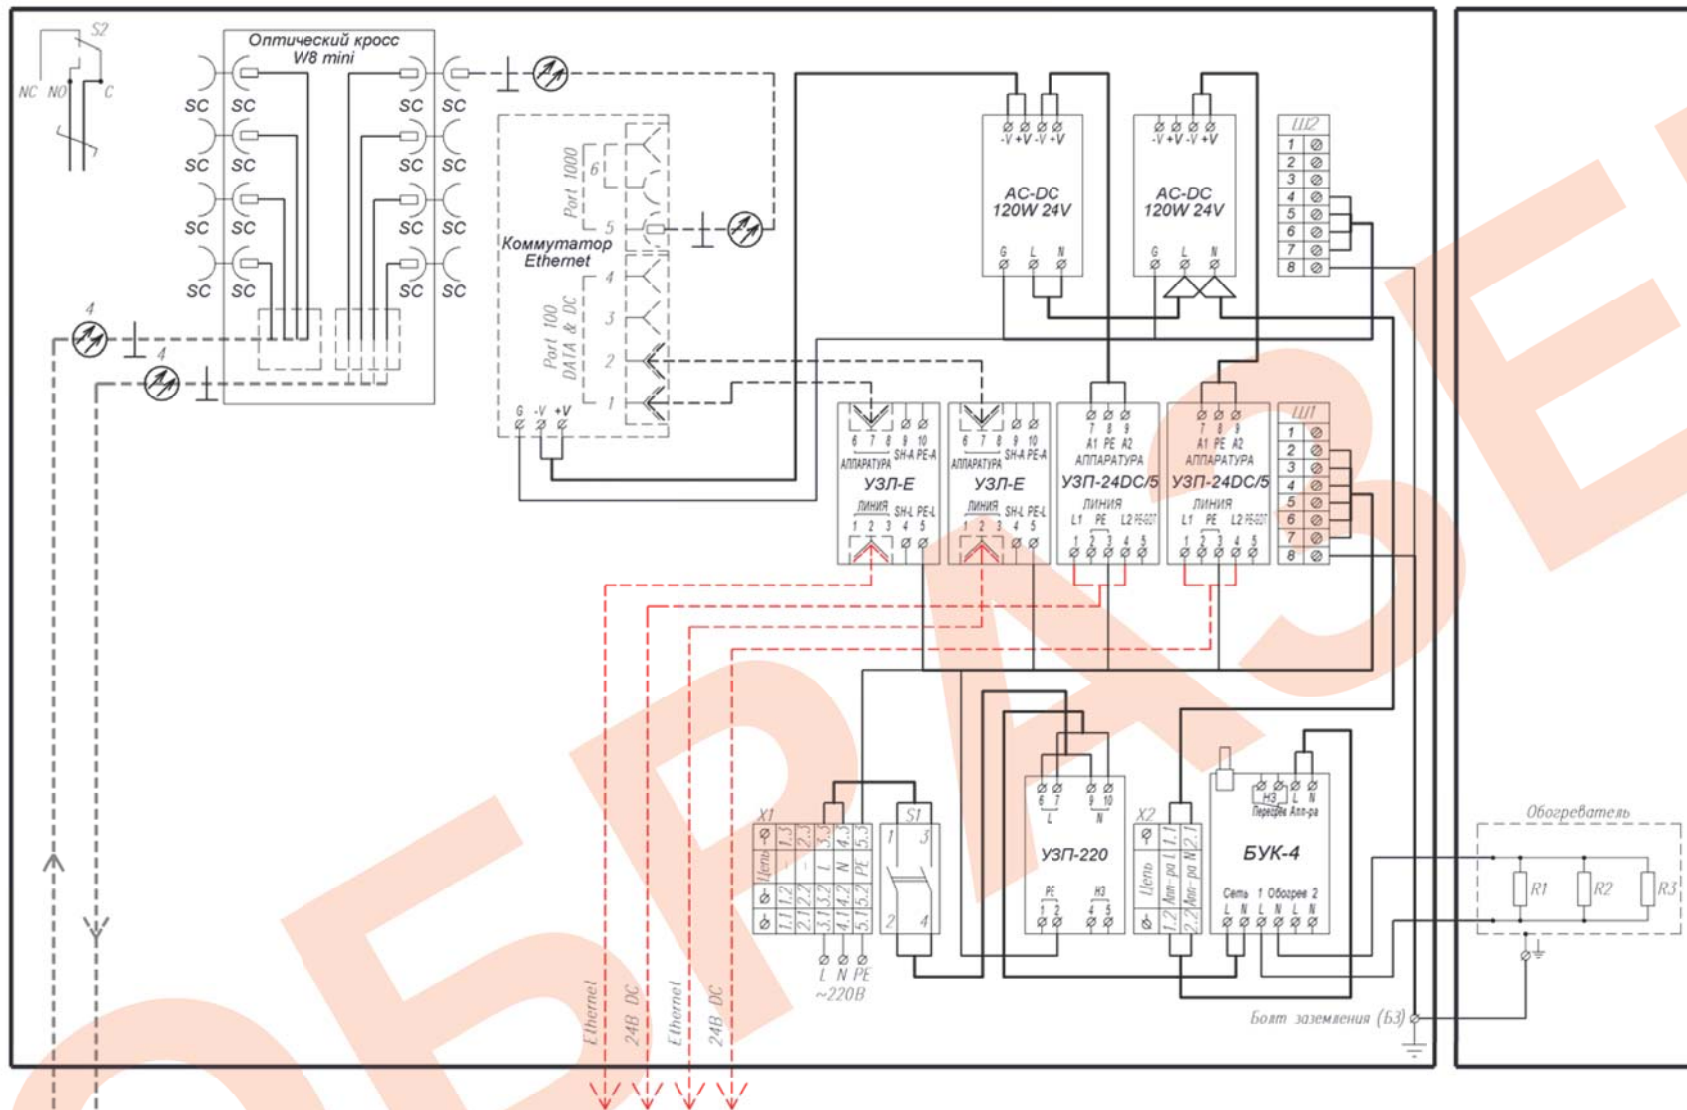

Рис.1 Схема электрическая принципиальная
Подключение цепей термошкафа производится в соответствии со схемой электрической принципиальной (рис.1). Для подключения необходимо:
2. Подключить кабели питания видеокамеры к устройствам защиты питания УЗП-24DC/5 (УЗП-24AC/5) (рис.1)